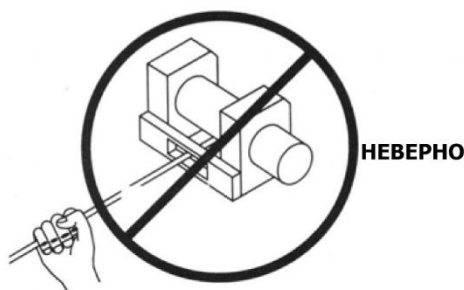

Рисунок 9.
**ОПАСНО:** Никогда не прикасайтесь к тросу или крюку, когда они находятся под натяжением или нагрузкой. Даже в состоянии покоя трос может быть под натяжением. Никогда не направляйте натянутый трос на барабан голыми руками (рисунок 9).